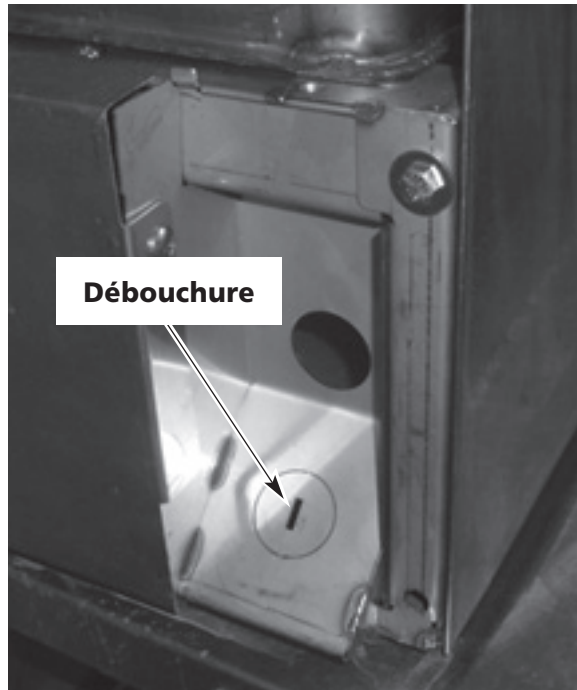

Figure 3
3. Un orifice est pourvu pour recevoir un conduit nominal de 1 po (25 mm) sur le côté inférieur droit à l'arrière de l'appareil (Figure 3). Si vous faites face à un manque d'espace, retirez la débouchure et utilisez un raccord à 45°.